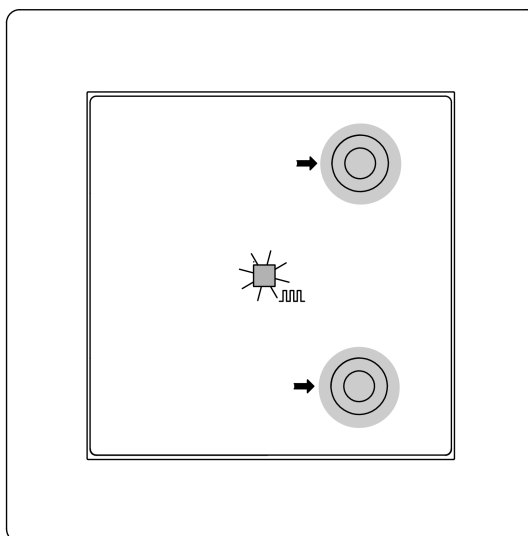
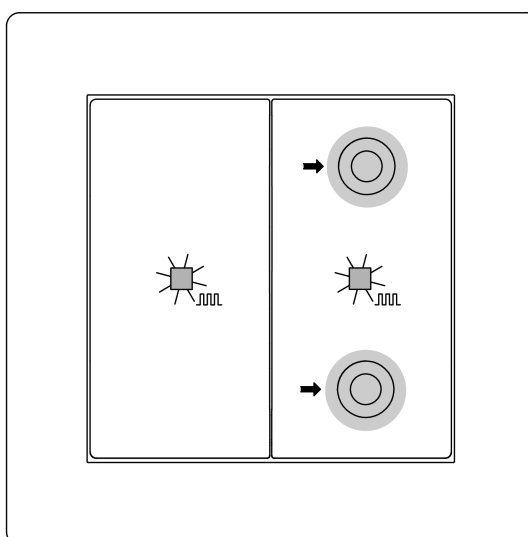

рисунок 5: Активация режима программирования (одинарная клавиша)
рисунок 6: Активация режима программирования (двойная клавиша)
Программирование физического адреса и прикладной программы, одинарная клавиша (см. рисунок 5) и двойная клавиша (см. рисунок 6)
- Активация режима программирования: одновременно нажмите верхнюю правую и нижнюю правую кнопки и удерживайте их нажатыми более 4 секунд — для одноместного устройства (см. рисунок 5) и двухместного устройства (см. рисунок 6).